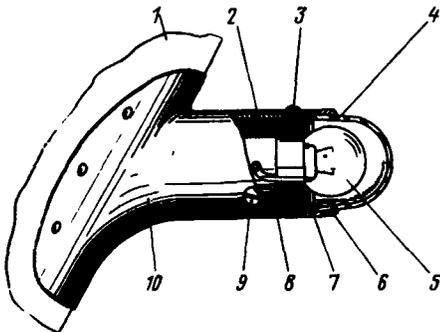

Рис. 126. Лампы в хвостовом огне ХС-39:
1. Вывернуть три винта 3 (рис. 126) крепления оправки 6 к корпусу 2 хвостового огня.
2. Вставить стеклянный колпак 4 (см. рис. 126) в оправку 6. В торец колпака установить прокладку 7.